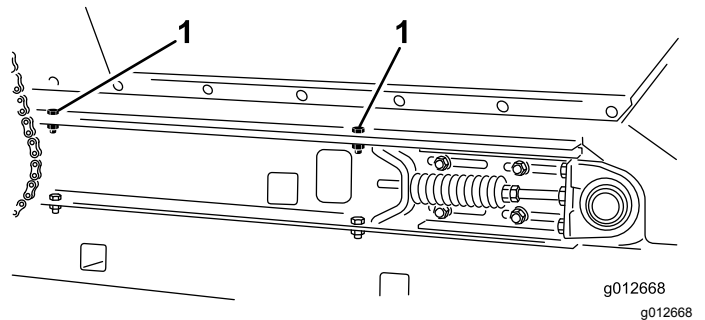

Figura 26
2. Su ciascun lato della macchina, rimuovete le 2 viti a testa cilindrica, le 2 rondelle e i 2 dadi di bloccaggio che fissano la tramoggia alle guide del telaio scorrevole (Figura 26).